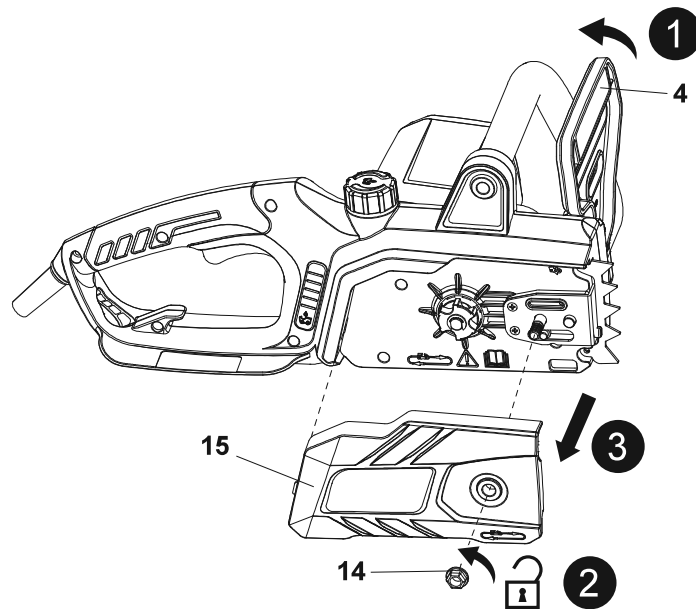

Fig. 1
2. Puxe a proteção dianteira (4) para trás para desengatar o travão da corrente (Fig. 1, passo 1).
3. Desaperte a porca de bloqueio (14) para a esquerda com a chave (25) fornecida e, em seguida, retire-a juntamente com a cobertura da motosserra (15) (Fig. 1, passos 2, 3).